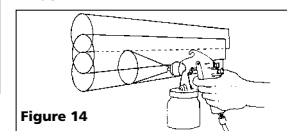

Figure 14
4. Chevaucher les coups juste assez pour obtenir une couche égale. (Voir Figure 14).